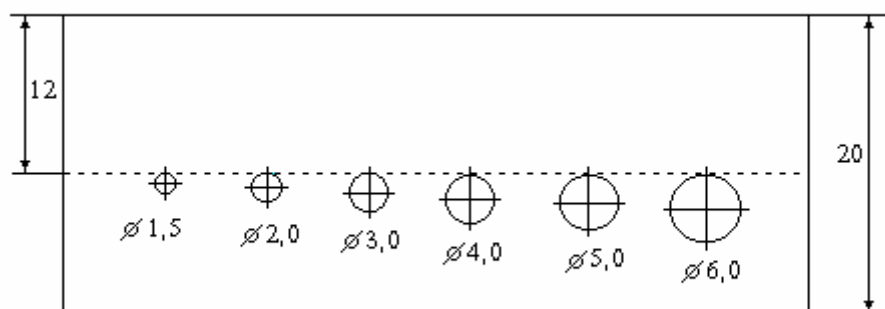

Рис.5. Эскиз образца для проверки чувствительности прибора. Толщина образца 15мм. Расстояние между осями отверстий 30мм. Марка стали Ст20.
Для проверки чувствительности прибора используется образец с боковыми цилиндрическими отверстиями (Рис.5).
Образец Рис.5 поверяется по геометрическим размерам. Определяется погрешность глубины залегания цилиндрической поверхности (размер 12мм) и погрешность изготовления диаметра отверстий. Максимальная допустимая погрешность указанных размеров $\pm 0,1\text{мм}$. Дополнительно проверяется сплошность металла образца. Проводится дефектоскопия образца прямым ультразвуковым преобразователем типа П111-5,0-К6 из комплекта “Приз-Д5”. Браковочный уровень по амплитуде устанавливается - 2 мм².
10.6.5. Поверка чувствительности прибора. Преобразователь устанавливается на образец Рис.5 в положения над отверстиями и между ними. При установке преобразователя над отверстием прибор должен измерить расстояние до него 12мм с погрешностью $\pm 0,3$ мм, а при установке преобразователя между отверстиями прибор показывает толщину образца 20мм. Если чувствительность прибора низкая, показания над отверстиями будут существенно больше 13 - 15мм или прибор вообще будет пропускать эхосигнал от отверстия и захватывать донный эхосигнал.
10.7.4. Допускается использование образцов для поверки чувствительности прибора, отличающихся от образца Рис.5. Например образцы с плоскодонными отражателями. При этом минимальная эквивалентная площадь отражателя в образце должна соответствовать эквивалентной площади отверстия $\varnothing 1,5\text{мм}$ в образце Рис.5. (см. Таблицу 4).
Пусть внешняя и внутренняя поверхности изделия расположены под небольшим углом φ (Рис.5). Вначале нужно определиться, что подразумевается под толщиной изделия в этом случае. Рационально понимать под толщиной **Н** размер изделия в месте проведения измерений, т.е. под преобразователем.